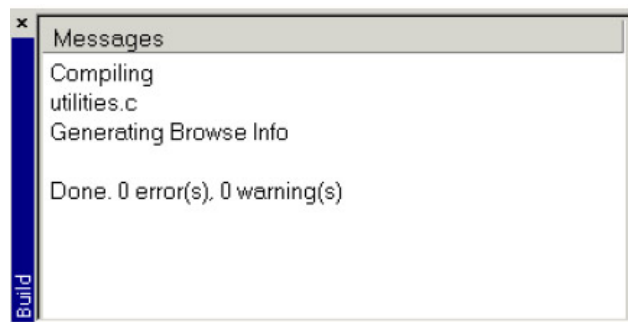

图 6. Build 窗口中的编译处理消息
① 选中 workspace 中 *utilities.c* 文件。
② 选择主菜单 Project > Compile, 或工具条中的 Compile 按钮, 或按右键后选择 Compile 命令。编译结束后在消息窗口中出现如图 6 中的信息。